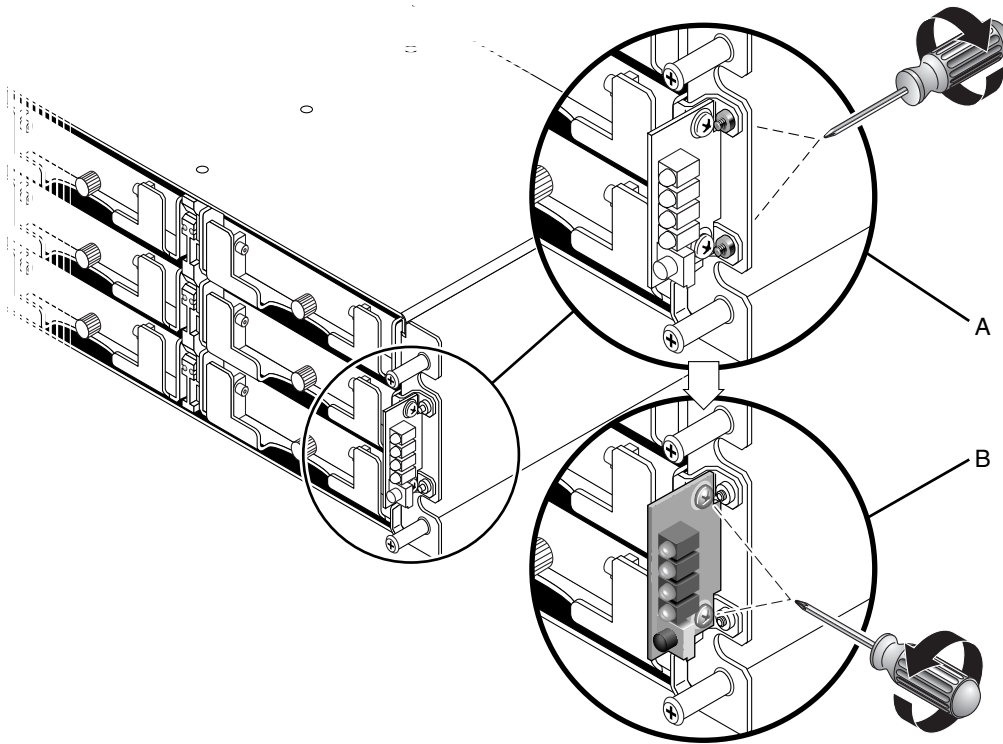

FIGURE 5-2 Retrait du module de DEL hors du châssis
1. Retirez les deux vis à tête creuse (B sur la FIGURE 5-2) servant à fixer le module de DEL au support.
Remarque – Si les vis du support (A sur la FIGURE 5-2) bloquent les vis du module de DEL (B sur la FIGURE 5-2), le châssis devra être sorti de l'armoire (baie en armoire) ou du capot (baie de table) pour pouvoir accéder aux vis et les retirer. Les deux vis à tête creuse 4-40 x 1/2 pouce fournies peuvent être utilisées à la place des vis du support si celles-ci devaient être endommagées lors de leur retrait. Pour plus d'informations sur le retrait du capot d'une baie de table, reportez-vous à la Section 2.4, « Ajout ou retrait du couvercle de table », page 2-16.
5. Si les vis à tête plate (A sur la FIGURE 5-2) ont été retirées, introduisez-les dans le support en travers la bride du châssis.